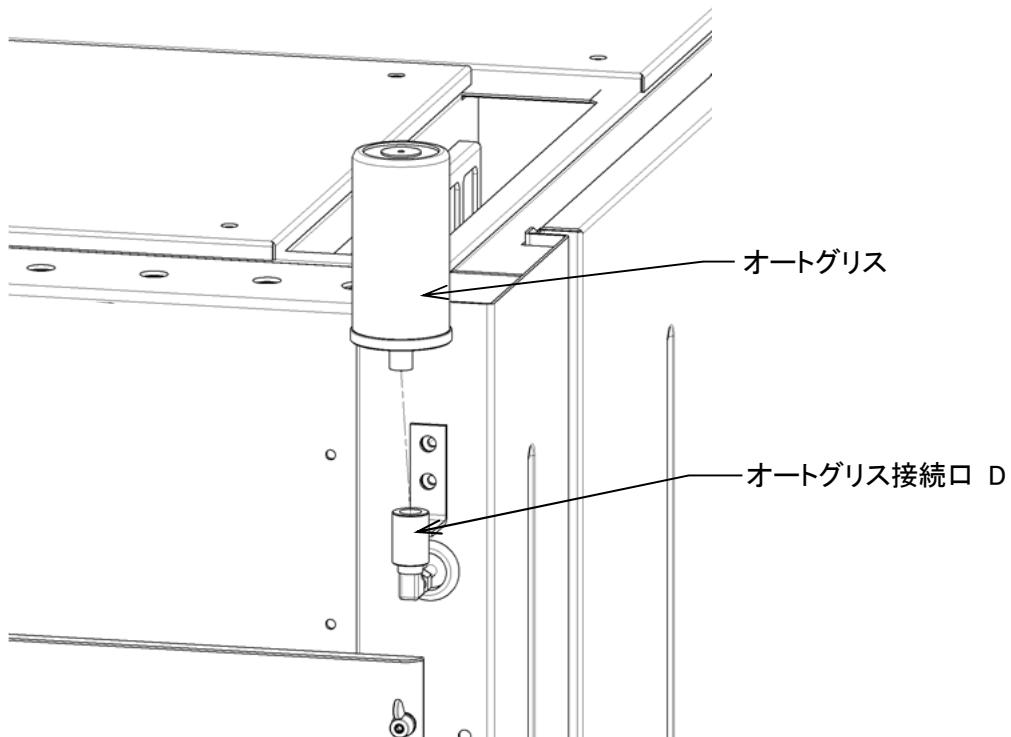

図5-2
- 付属品のオートグリスをオートグリス接続口 D に取り付けます。(図5-2)